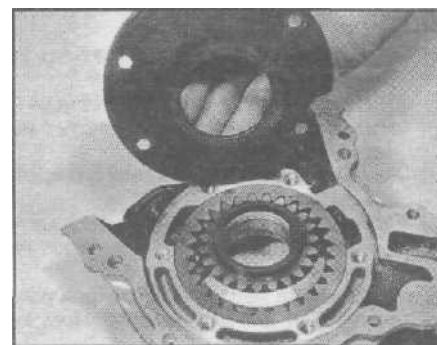

Рис. 24.2. Снятие крышки масляного насоса...
- 2 Пользуясь ударной отверткой, отверните винты и снимите с насоса крышку (см. рис. 24.2).